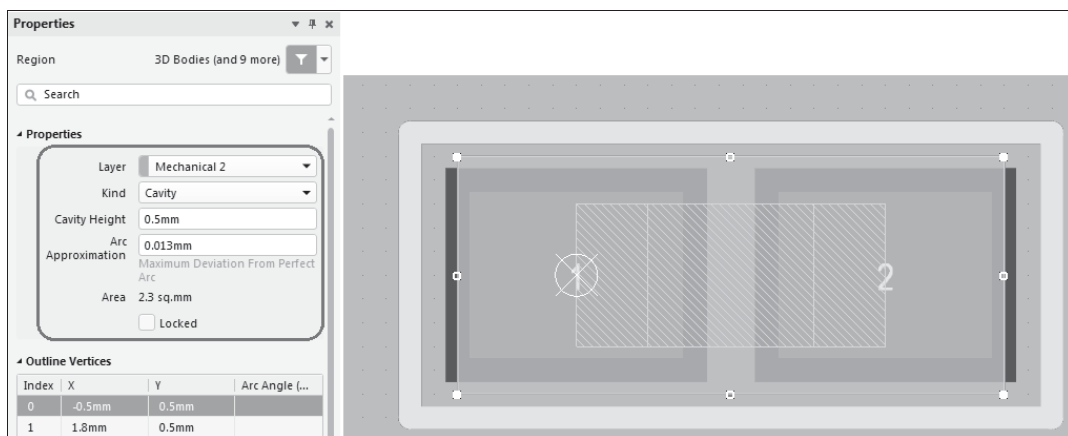

Рис. 7.46. Формирование и редактирование свойств полости
2. Двойным щелчком левой кнопкой мыши в пределах региона активизировать панель **Properties**, которая открывается в режиме редактирования свойств региона **Region** (рис. 7.46).